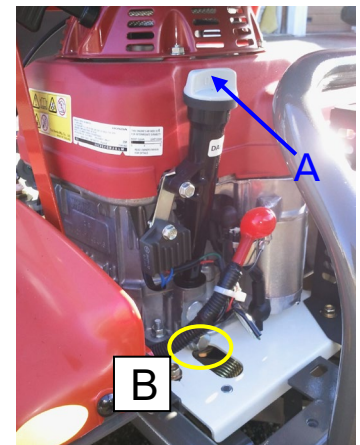

Figura 25
**Nivel de aceite:** Verifique el nivel de aceite del motor retirando el tapón medidor A (Figura 25). El nivel aceite debe situarse entre las dos marcas maximo/minimo del medidor.